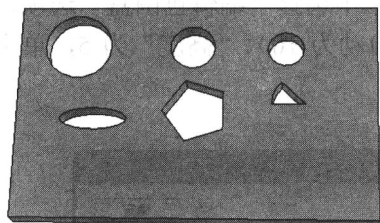

图 1-19 绘制孔类饼状体
Step12 绘制孔类饼状体。从“图素”设计元素库中拖入“孔类饼状体”元素，放置于厚板的合适位置；右击包围盒的任意一个手柄，在弹出的快捷菜单中选择“编辑包围盒”选项，弹出“编辑包围盒”对话框；设置“长度”为 15（“宽度”自动为 15）、“高度”为 5，单击“确定”按钮，得到的孔类饼状体如图 1-19 所示。